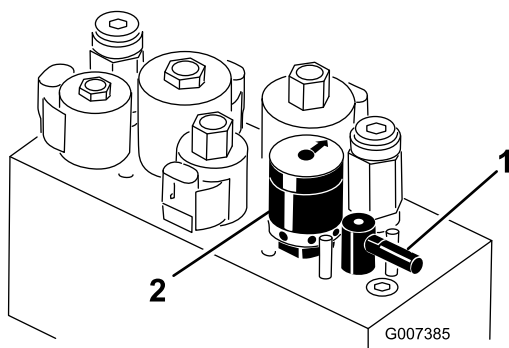

Figura 60
5. Rode a alavanca de rectificação para a posição "R" (Figura 60).
6. Rode o controlo da velocidade dos cilindros para a posição 1 (Figura 60).